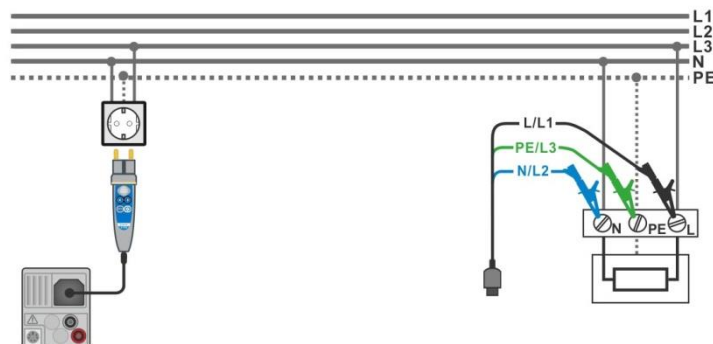

Figura 7.29: Conexión del Plug Commander y una punta de prueba de tres hilos
- Conecte las puntas de prueba o el Commander al objeto a prueba (vea la **Figura 7.29**).